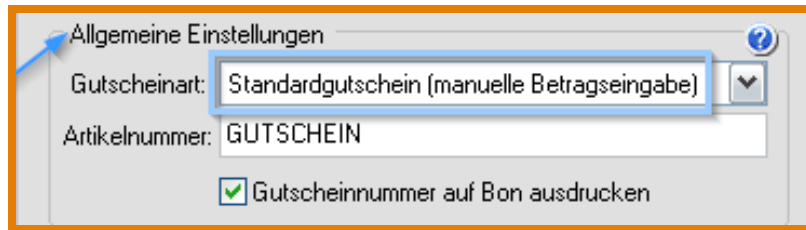

Abbildung 5.20: Standard-Gutschein einstellen
**a) Standardgutschein** Beim Standardgutschein wird lediglich der Gutscheinbetrag erfasst. Dies ist die einfachste Variante, wenn z. B. vorproduzierte Gutscheinkarten Verwendung finden. Den Standardgutschein aktivieren Sie unter **'Allgemeine Einstellungen'** durch die Option **'Standardgutschein (manuelle Betragseingabe)'**, siehe Abbildung 5.20.